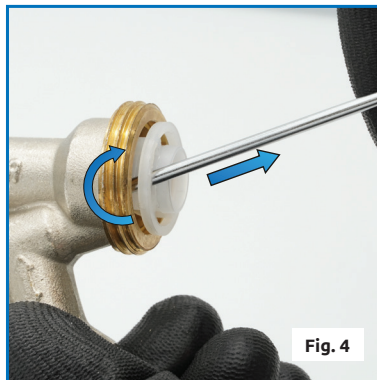

Fig. 4
4. Rimuovere il canotto da sostituire utilizzando un cacciavite a taglio, facendo una leggera leva mentre si ruota per facilitarne l'estrazione come mostrato in fig. 4.
4. Riavvitare la calotta come mostrato in fig.4